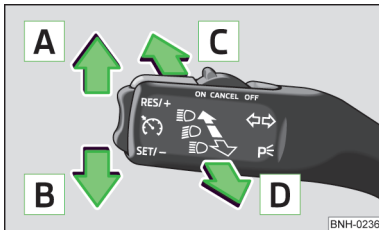

Abb. 22
- Den Blinkerhebel » Abb. 22 auf Seite 44 zum Lenkrad ziehen und gleichzeitig nach unten schieben und in dieser Stellung halten.
- Den Blinkerhebel » Abb. 22 auf Seite 44 zum Lenkrad ziehen und gleichzeitig nach oben schieben und in dieser Stellung halten.
Bedienungshebelstellungen » Abb. 22
- Den Bedienungshebel in Stellung  bzw.  bis zum Anschlag stellen » Abb. 22 auf Seite 44 - das Standlicht auf der rechten bzw. linken Fahrzeugseite wird eingeschaltet.